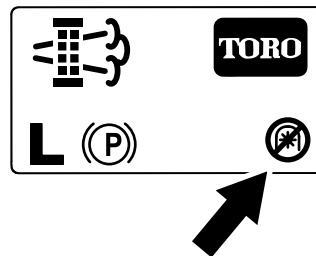

Figure 47
**Remarque:** L'écran d'accueil affiche l'icône de PDF désactivée (Figure 47).
**Remarque:** L'écran d'accueil affiche l'icône de PDF désactivée; voir Figure 47 à la section Messages de régénération en stationnement \(page 40\).